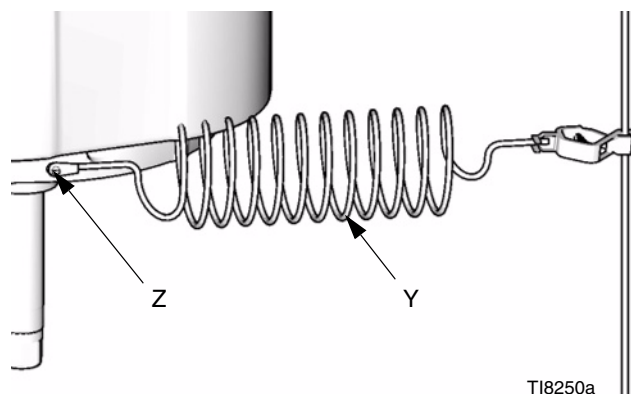

FIG. 1
Pompe: Raccorder le fil de terre 244524 (Y) à la vis (Z) au bas du moteur ; utiliser la rondelle frein. Bien serrer la vis. Brancher l'autre extrémité du fil de terre sur une véritable terre. Voir FIG. 1.